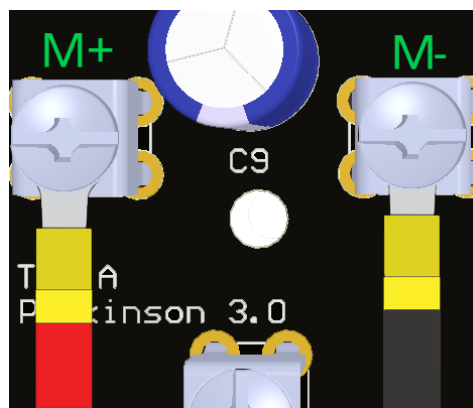

Figura 4: Alimentação do motor
3. Desligar a *Parkinson*, retirando os conectores de alimentação da placa e conectar uma carga nos conectores indicados por M+ e M- na figura 4. Ligar novamente a placa e com o auxílio do controle, testar o funcionamento dos motores em ambos os sentidos de rotação.